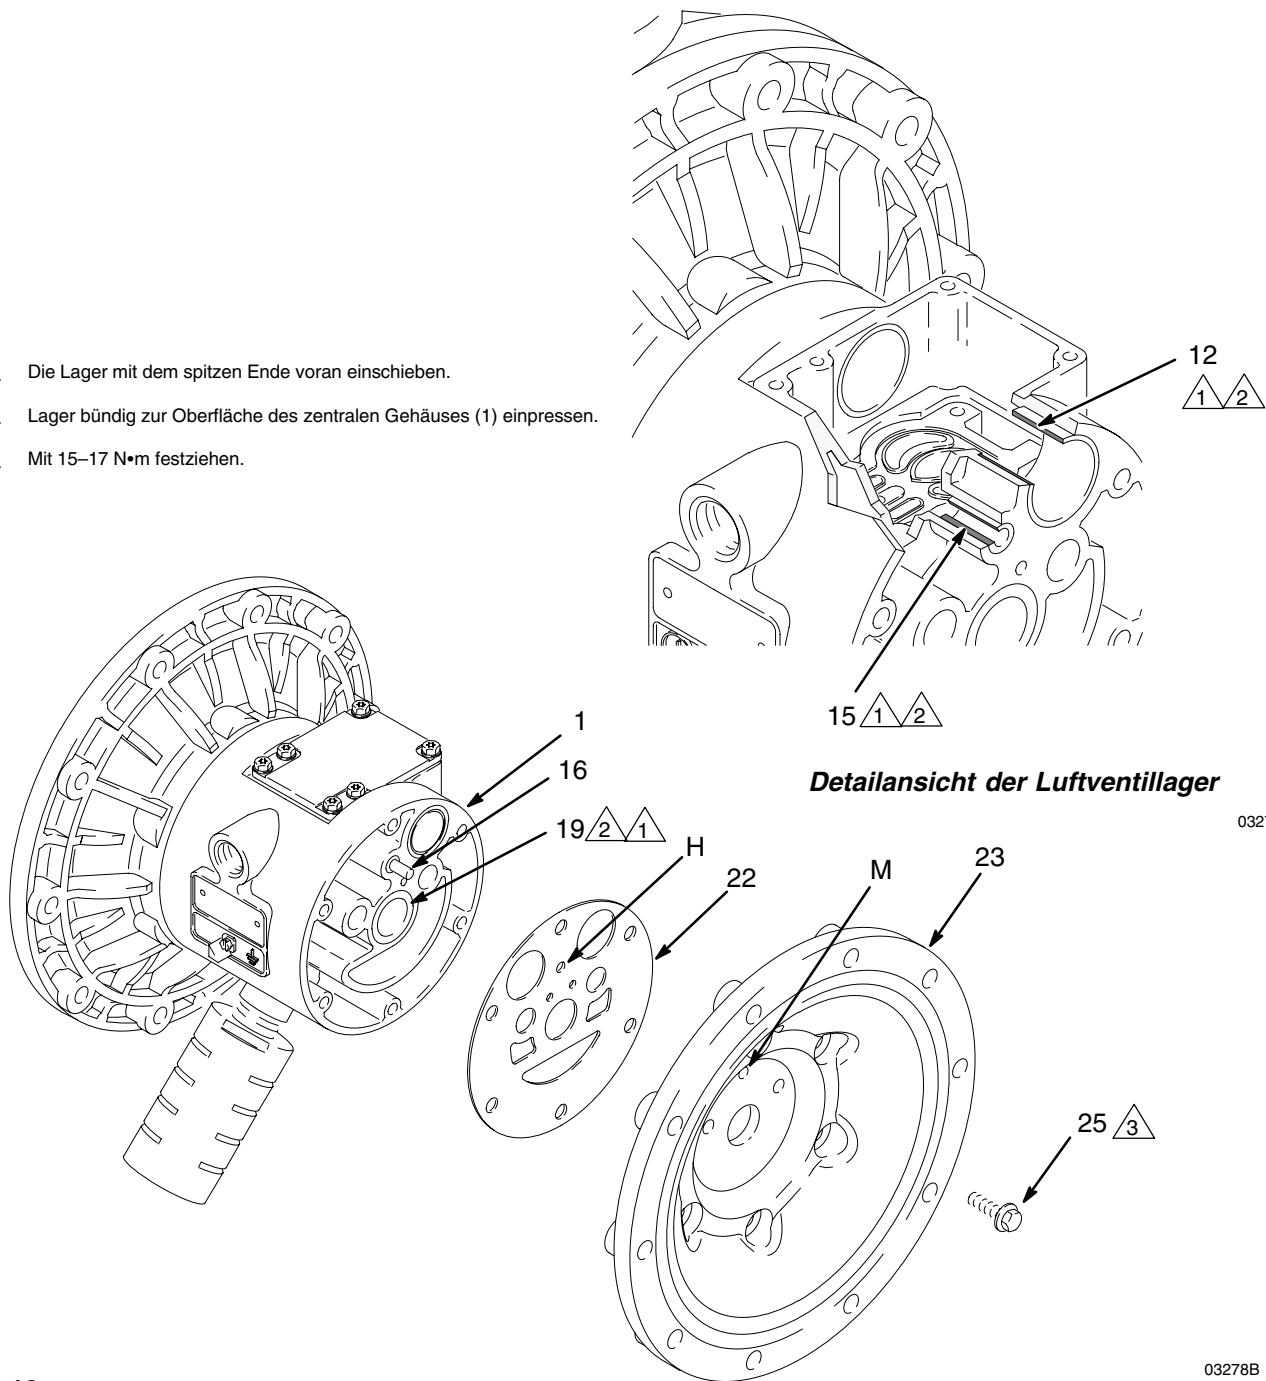

Abb. 13
5. Mit einem 10-mm-Steckschlüssel die Schrauben (25) lösen, mit denen die Luftdeckel (23) am zentralen Gehäuse (1) befestigt sind. Siehe Abb. 13.
6. Die Dichtungen am Luftdeckel (22) entfernen. Die Dichtungen stets durch neue ersetzen.
7. Mit einem Lagerabzieher die Membranwellenlager (19), Luftventillager (12) oder Führungsstiftlager (15) abziehen. Unbeschädigte Lager nicht ausbauen.
1. Die Wellenpackungen (402*), sofern ausgebaut, so einbauen, dass die Lippen nach **außen** aus dem Gehäuse zeigen (1).
2. Die Lager (12, 15 und 19) sind konisch und lassen sich nur in eine Richtung einbauen. Die Lager mit dem **spitzen Ende voran** in das zentrale Gehäuse (1) schieben. Mit einer Presse oder einem Holzhammer und Klotz das Lager bündig zur Oberfläche des zentralen Gehäuses einpressen.
4. Die neue Dichtung der Luftdeckel (22) so ausrichten, dass der aus dem zentralen Gehäuse (1) hervorstehende Führungsstift (16) durch die richtige Öffnung (H) in der Dichtung passt.
5. Die Luftdeckel (23) so ausrichten, dass der Führungsstift (16) in die mittlere (M) der drei kleinen Öffnungen in der Nähe des Abdeckungszentrums passt. Die Schrauben (25) handfest eindrehen. Siehe Abb. 13. Mit einem 10-mm-Steckschlüssel die Schrauben über Kreuz und gleichmäßig mit 15–17 N•m anziehen.